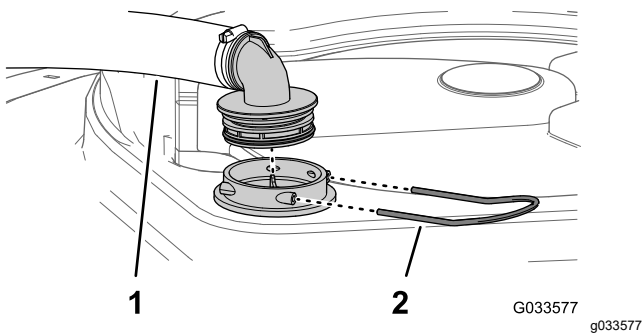

Figure 49
2. Au sommet de la cuve du pulvérisateur, retirez l'étrier de fixation qui fixe le raccord de flexible sur le grand flexible du logement du filtre (Figure 49).
3. Retirez le flexible et le raccord du logement du filtre (Figure 49).